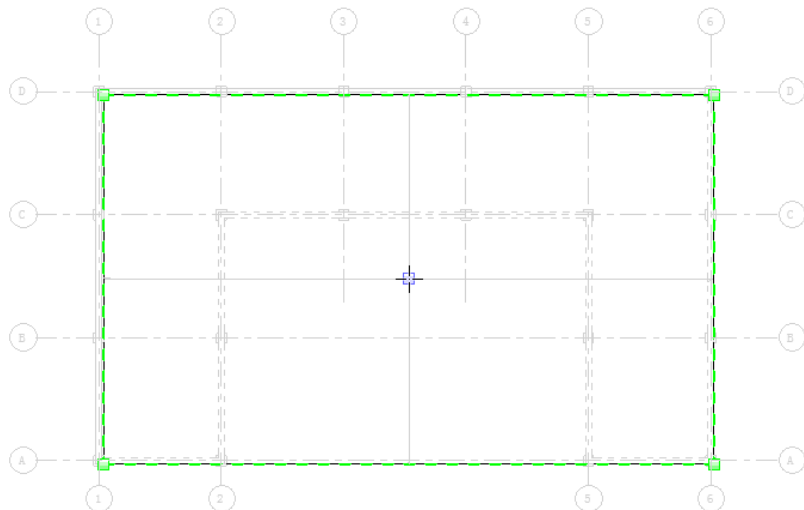

图 11-28 放置点
(2) 单击“形状编辑”面板中的“添加点”按钮¹，在如图 11-28 所示的位置单击鼠标左键放置点。